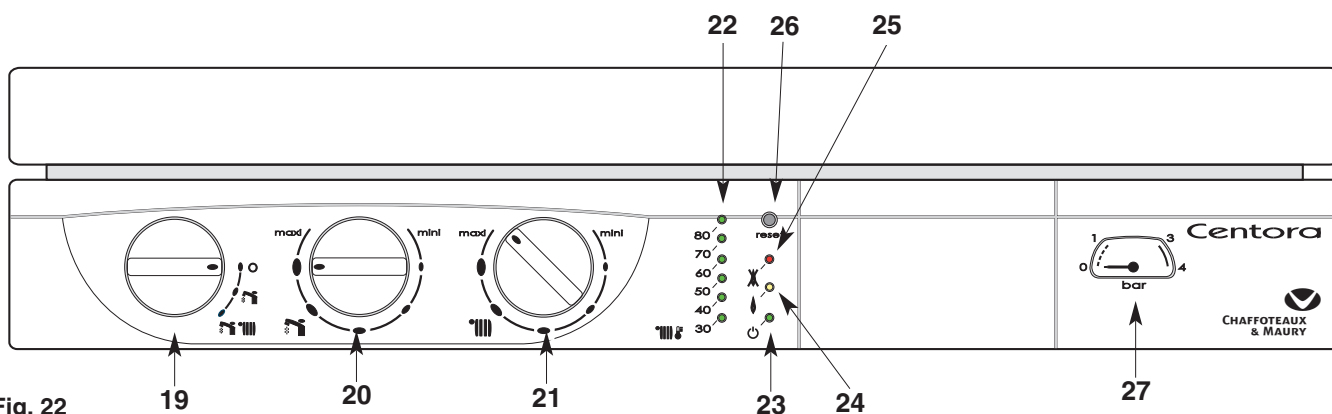

Fig. 22
Tableau de bord (fig. 22)
- Placez le commutateur **19** (fig. 22) en position   voyant vert **23** allumé ; le voyant orange **24** (fig. 22) s'allume chaque fois que le brûleur entre en fonction. Pendant un puisage sanitaire, la fonction chauffage est interrompue.
Le bouton de réglage du chauffage **21**  (fig. 22) donne la possibilité d'ajuster la température de l'eau du circuit de chauffage en fonction des besoins saisonniers.
L'indicateur **22**  (fig. 22) affiche cette température.
*Ne pas oublier de le rouvrir en début de saison de chauffage, lorsque l'on replace le commutateur **19** (fig. 22) en position  .*
Pour faire redémarrer la chaudière, appuyez sur le bouton de réarmement **26** (fig. 22), le voyant rouge s'éteint, le cycle d'allumage recommence.